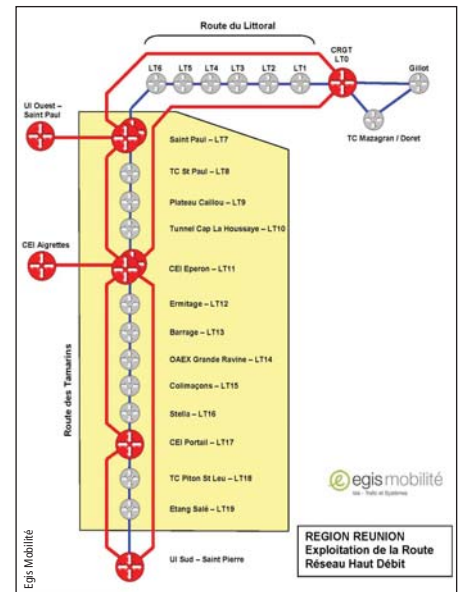

Figure 3
A ce jour, un réseau haut débit de 1 Gigabit (RHD) d'exploitation de la route est en service sur les Locaux Techniques (LT) de la route du Littoral jusqu'au Centre régional de gestion du transport (CRGT). Ce réseau permet la gestion des PMV et les remontées vidéo et trafic de la route du Littoral. Le raccordement des nouveaux équipements et des nouveaux bâtiments de la Région, centre d'exploitation et d'intervention (CEI), a nécessité de nouveaux équipements de réseau Gigabit (multitude d'adresses IP avec séparation de l'affectation de l'état) ainsi que la reconfiguration complète du RHD afin de les intégrer. L'architecture a été conçue de manière à assurer un maximum de sécurisation et redondance / bouclage sur l'ensemble des sections de la route du Littoral à la route des Tamarins. La figure 3 représente l'architecture RHD telle qu'elle sera déployée à moyen terme sur le réseau routier de la Région.